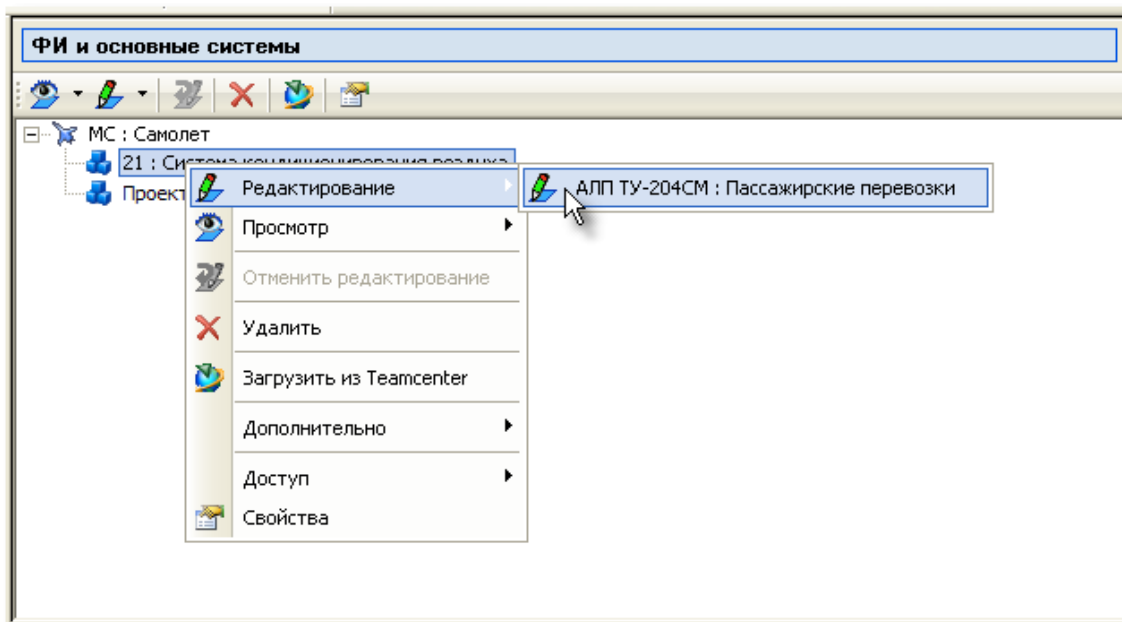

Рис. 5-44
- б. В контекстном меню выделенной системы выберите пункт **Редактирование**, затем в появившемся меню выберите анализируемый проект АЛП (рис. 5-44).